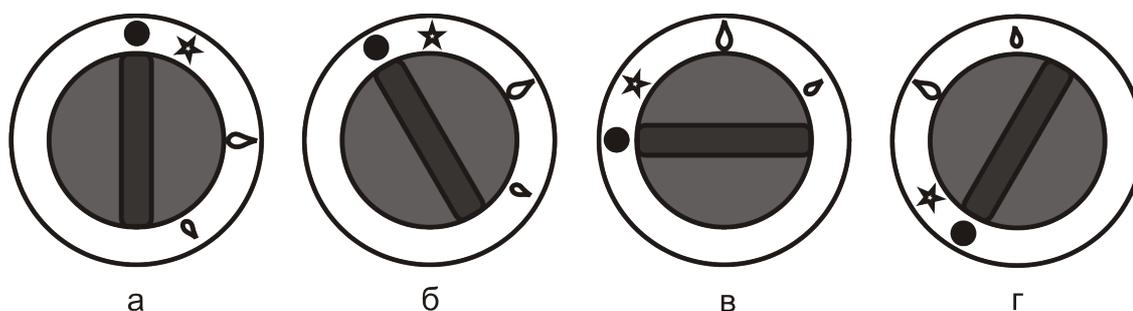

Рис.8. Соответствие положения ручки крана режиму работы горелок открытого пламени и горелок с закрытой поверхностью:
- Включите горелку и переведите ручку крана соответствующей горелки в режим «малого пламени» (см. рис.8г).
- Убедитесь в том, что ручки кранов находятся в положении, соответствующем закрытому состоянию крана (см. рис. 8а, рис. 9а). Если краны находятся в открытом состоянии, или в состоянии, соответствующем розжигу запальной горелки, переведите краны в закрытое состояние путем поворота ручки крана по ходу часовой стрелки до упора, с легким нажимом на нее.
- Подайте газ в плиту, открыв кран газопровода. После окончания работы с плитой необходимо перевести все ручки кранов в закрытое состояние (см. рис. 8а, рис. 9а) и закрыть кран газопровода, а в случае использования баллонов СУГ – краны баллонов.
**Внимание! При первом включении плиты необходимо выпустить воздух из газового тракта. Для этого удерживайте ручку крана в нажатом состоянии в положении «розжиг запальной горелки» (рис. 8б, 9б) в течение 1 минуты, после чего можно приступать к работе с плитой.**
- В исходном состоянии ручка крана находится в положении, соответствующем закрытому состоянию крана (см. рис. 8а)
- Нажав на ручку крана до упора и, удерживая её в нажатом состоянии, поверните её против хода часовой стрелки в положение «розжиг запальной горелки» (см. рис.8б). Через 3 – 5 секунд (при первом пуске плиты, а также после каждой замены баллона – через 60 секунд) поднесите источник огня к запальной горелке или нажмите на соответствующую кнопку пьезорозжига 9 (см. рис.1). Если запальная горелка не зажглась, отпустите ручку крана, и, при повторном нажатии на нее, вновь поднесите источник огня к запальной горелке или нажмите кнопку пьезорозжига. После появления пламени в запальной горелке, удерживайте ручку крана в нажатом состоянии в течение 5-10 секунд, до срабатывания предохранительного клапана, кнопку пьезорозжига при этом можно отпустить. Затем отпустите ручку управления и убедитесь, что запальная горелка горит. Если запальная горелка погасла, следует повторить процедуру розжигания.
- При повороте ручки крана, с легким нажимом на нее, против хода часовой стрелки – кран открывается и осуществляется розжиг основной горелки. Положение крана в режиме «максимальное пламя» и «малое пламя» представлено на рис. 8в и рис. 8г соответственно. Перевод крана с одного режима на другой осуществляется с помощью легкого нажатия на ручку крана.
- При повороте ручки по ходу часовой стрелки в положение «розжиг запальной горелки» (см. рис. 8б) – главная горелка гаснет, а запальная горелка остается зажженной («дежурный режим»).
- Для выключения запальной горелки необходимо повернуть ручку крана, с легким нажимом на нее, по ходу часовой стрелки до упора (см. рис. 8а). В случае если при включенных горелках произойдет погасание пламени в одной из них, система контроля огня автоматически, в течение 60 секунд, перекроет подачу газа к соответствующей горелке.
- В исходном состоянии ручка крана находится в положении, соответствующем закрытому состоянию крана (см. рис.8а).
- Нажав на ручку крана до упора и, удерживая её в нажатом состоянии, поверните её против хода часовой стрелки в положение «розжиг запальной горелки» (см. рис.8б). Через 3 - 5 секунд (при первом пуске плиты, а также после каждой замены баллона – через 60 секунд) поднесите источник огня к запальной горелке (через открытую крышку) или нажмите на соответствующую кнопку пьезорозжига 9 (см. рис.1). Если запальная горелка не зажглась, отпустите ручку крана, и, при повторном нажатии на нее, вновь попробуйте зажечь запальную горелку. После появления пламени в запальной горелке, удерживайте ручку крана в нажатом состоянии в течение 5-10 секунд, до срабатывания предохранительного клапана, кнопку пьезорозжига при этом можно отпустить. Затем отпустите ручку управления и убедитесь, что запальная горелка горит. Если запальная горелка погасла, следует повторить процедуру зажигания.
- При повороте ручки крана, с легким нажимом на нее, против хода часовой стрелки – кран открывается и осуществляется розжиг основной горелки. Положение крана в режиме «максимальное пламя» и «малое пламя» представлено на рис. 8в и рис. 8г, соответственно. Перевод крана с одного режима на другой осуществляется с помощью легкого нажатия на ручку крана.
- Для выключения запальной горелки необходимо повернуть ручку крана, с легким нажимом на нее, по ходу часовой стрелки до упора (см. рис. 8а).